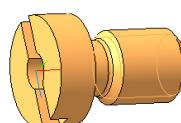

Рис.2
4.5 Внешний вид винта расходного поз.5 имеет две модификации и представлен на рис.2